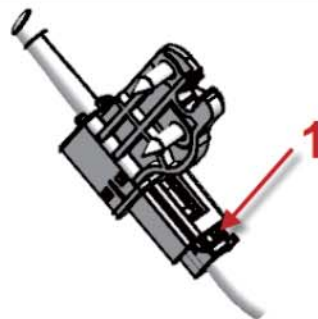

图8-1-8 防盗警示灯接插件拆卸示意图
a. 拆卸防盗警示灯接插件: 如图8-1-8, 用力沿箭头1方向压住卡脚, 再拔出线束插头。